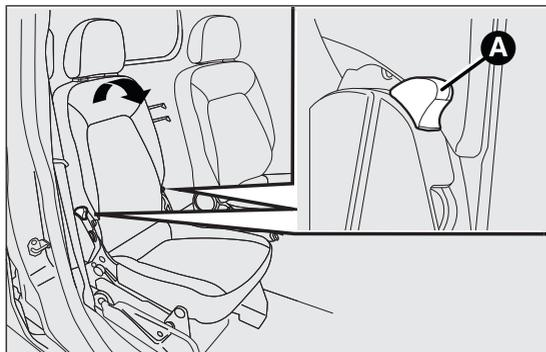

fig. 18
- agire sulle leve A fig. 18 e ribaltare in avanti lo schienale agendo nel senso indicato dalla freccia;